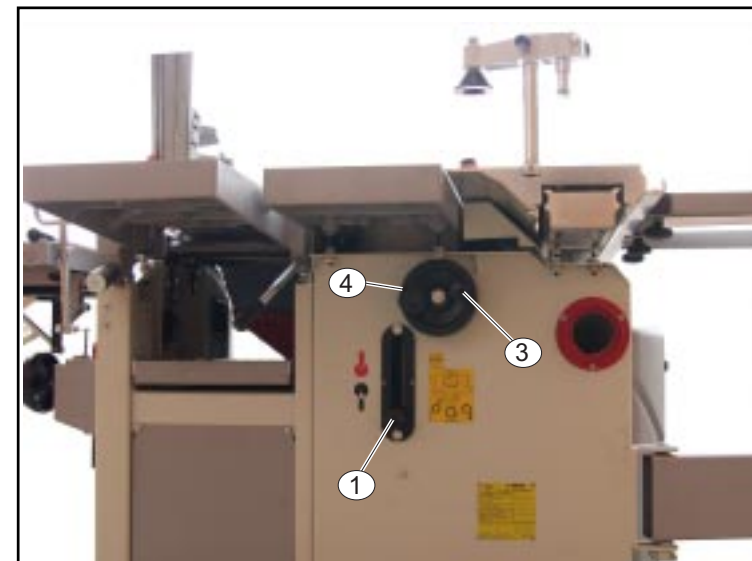

Fig. 5.17
L'albero toupie può essere completamente abbassato sotto al piano sega toupie. Per sollevare o abbassare l'albero toupie è sufficiente manovrare il volantino in senso antiorario per sollevarlo e in senso orario per abbassarlo (fig.5.17).
- 4 Per il bloccaggio salita albero usare il pomello 3 (fig.5.17).